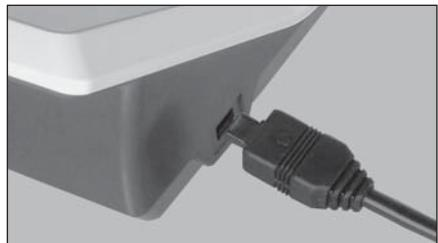

Fig. 1
- 1) Posizionare la spina del trasformatore in modo che il simbolo → sia sul lato inferiore, quindi inserirla nella presa del trasformatore sul lato dell'unità di controllo. (Fig. 1).